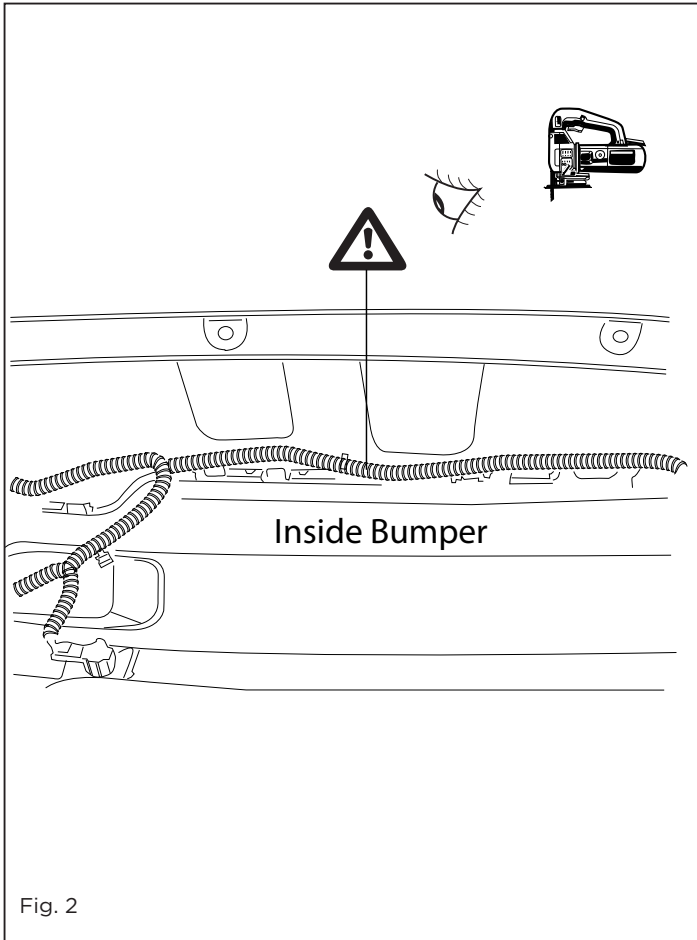

Fig. 2
7. **ДЛЯ МАШИН С PDC (системой помощи при парковке):** При Вырезать следите за тем, чтобы не задеть электропроводку. См. рисунок 2.